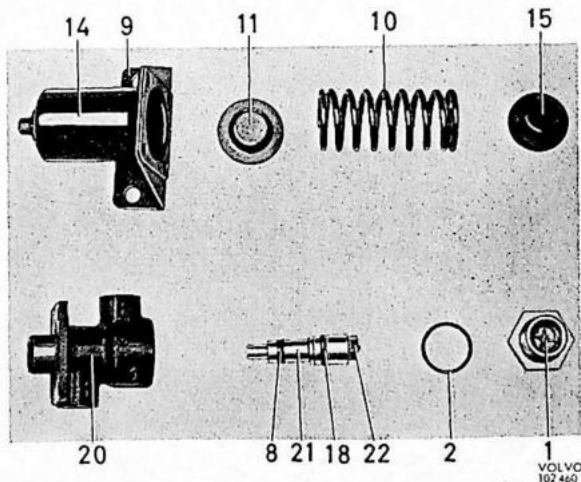

Fig. 5-49. De gedemonteerde remkrachtverdeler
2. Schroef de stop (1) af en druk de complete zuiger eruit; zie Fig. 5-49.